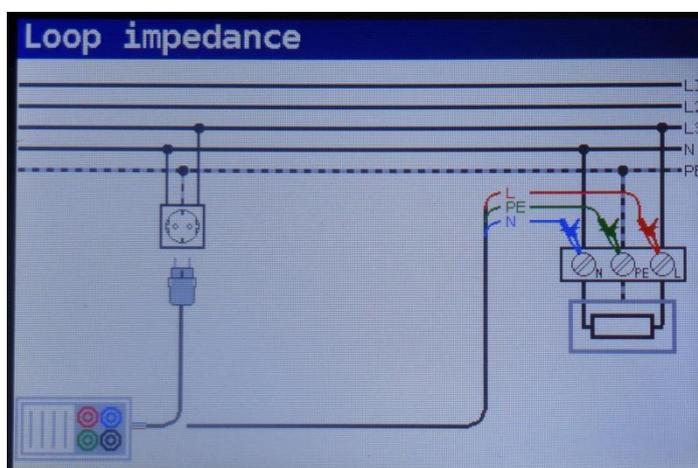

Figura 5-29: Conexión del cable de enchufe y del cable de prueba universal
**Paso 2** Conecte los cables de prueba al instrumento y siga el diagrama de conexión mostrado en la figura 5.29 para realizar la medición de la impedancia del bucle de fallo.